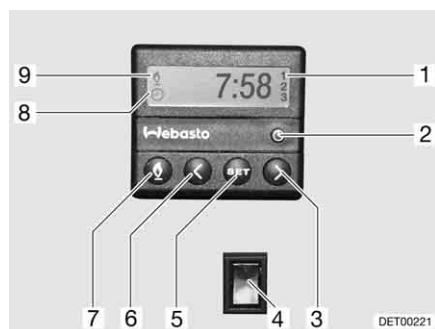

Fig. 93 Centralina di controllo per riscaldamento fisso
**Accensione manuale:** ■ Premere il tasto (Fig. 93,7). Il funzionamento del riscaldamento viene indicato con il simbolo (Fig. 93,9). La ventola viene inserita solo quando la temperatura dell'acqua di raffreddamento è pari a 30 °C.
**Spegnimento manuale:** ■ Premere il tasto (Fig. 93,7). Il simbolo (Fig. 93,9) si spegne.
**Inserimento del riscaldamento del motore:** ■ Premere l'interruttore (Fig. 93,4) in basso. Il motore viene preriscaldato. La ventola viene inserita immediatamente.
- Premere l'interruttore (Fig. 93,4) in alto. Il motore rimane freddo.
- Premere il tasto (Fig. 93,2). L'impostazione dell'ora viene indicata con il simbolo (Fig. 93,8).
- Impostare l'ora con i tasti (Fig. 93,3 e 6).
- Premere il tasto (Fig. 93,5).
- Impostare l'orario di accensione con i tasti (Fig. 93,3 e 6) entro 10 secondi.
- Premere il tasto (Fig. 93,5) fino a che nel display (Fig. 93,1) non appare il numero di programmazione desiderato.